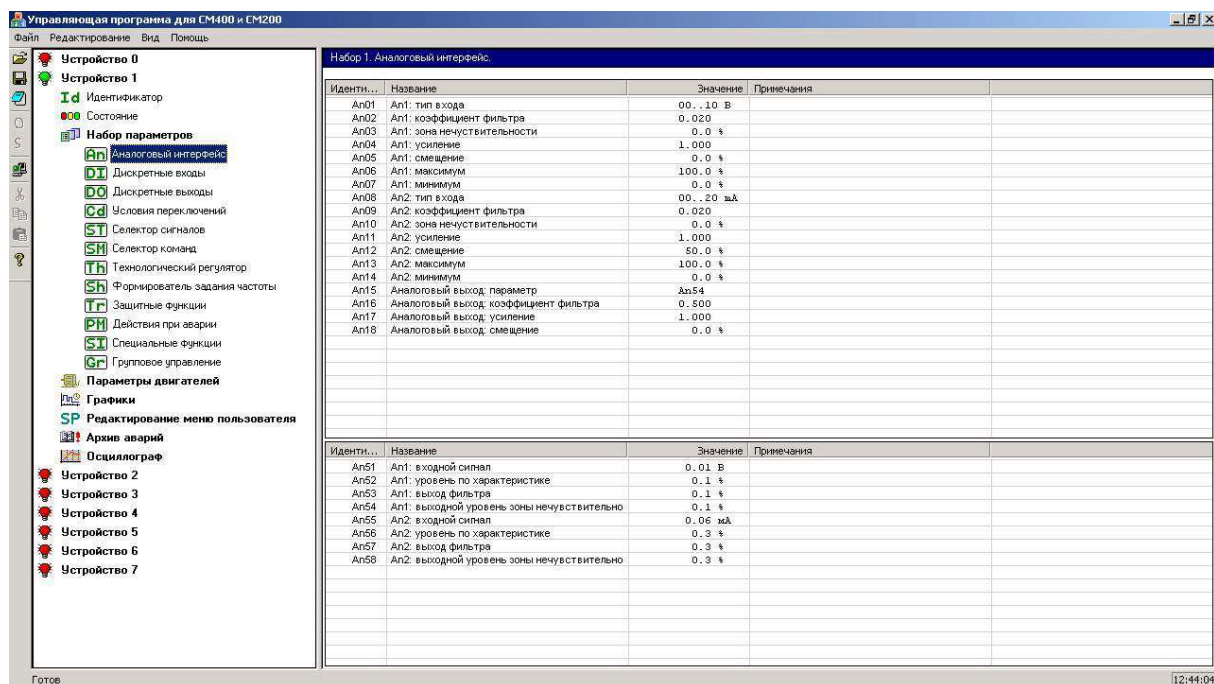

Рисунок 4-9. Окно отображения групп, входящих в набор параметров.
- **An** Аналоговый интерфейс. (см. рис. 4-9).
Окна отображения параметров и показаний групп, входящих в набор параметров имеют абсолютно идентичную структуру (по сути, это одно окно, данные которого заполняются параметрами и показаниями активной группы) (см. рис. 4-9).